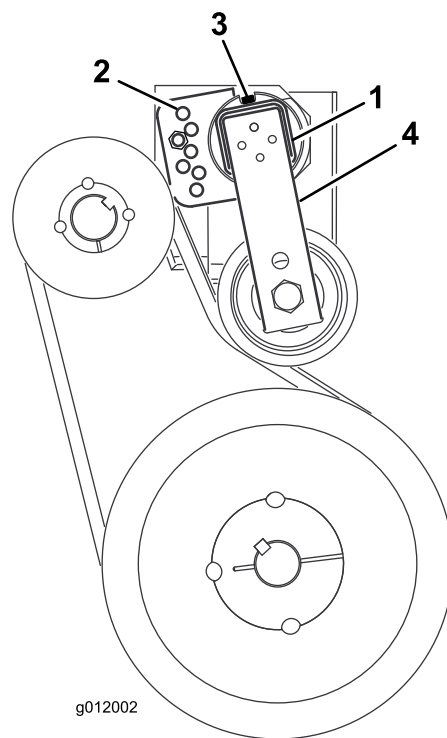

Figure 14
3. Retirez la vis et l'écrou qui fixent le guide de tendeur au cadre du souffleur (Figure 14).
4. À l'arrière du cadre, desserrez la vis qui fixe le tendeur de courroie au cadre (Figure 14).
6. Insérez la vis dans les trous alignés du guide et fixez-la avec l'écrou (Figure 14).